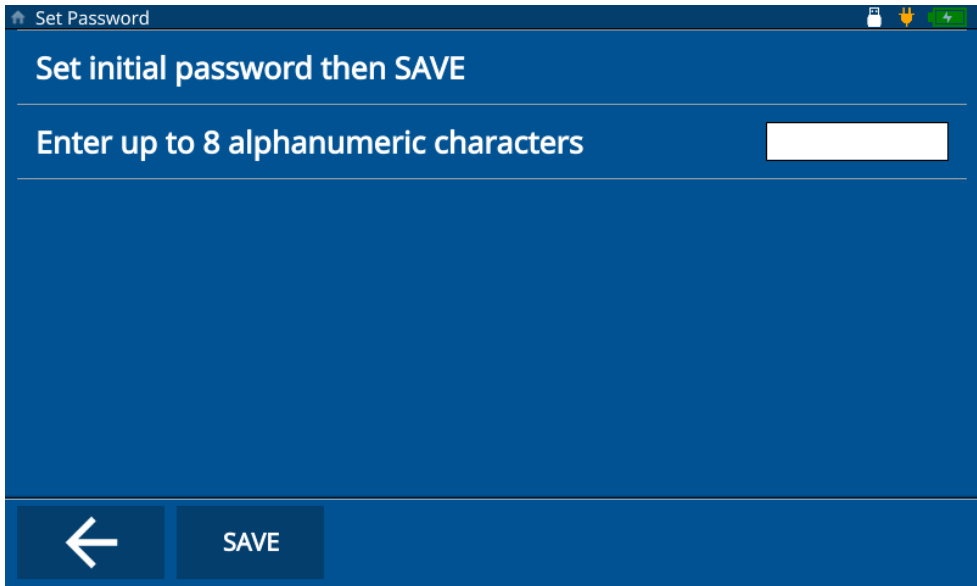

図 8-2 Set Password (パスワードの設定) 画面
5. (オプションのステップ) **Set PWD (パスワードの設定)** をタップし、パスワードを入力して、**Save (保存)** をタップします (75 ページの図 8-2 参照)。